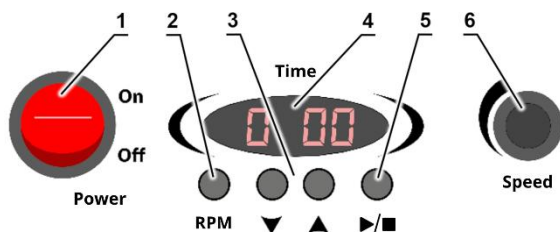

Рисунок 1. MR-1, панель управления
5.1. Подключите блок питания к сетевой розетке с заземлением. Переведите переключатель питания **Power** (рис. 1/1) в положение **ON** (включено). Включится дисплей (рис. 1/4).
5.3. **Установка времени.** С помощью кнопок ▲ и ▼ (рис. 1/3) установите необходимый интервал времени в часах и минутах (шаг 1 мин.), руководствуясь показаниями дисплея (рис. 1/4). Если нажать и держать кнопку, скорость смены значений увеличивается.
5.4. **Установка скорости.** С помощью рукоятки регулировки скорости **Speed** (рис. 1/6) установите необходимую скорость перемешивания. Во время поворота рукоятки и при нажатии кнопки **RPM** (рис. 1/2) на дисплее (рис. 1/3) показывается скорость, в 1 мин⁻¹ (RPM или раз в минуту).
5.5. Нажмите кнопку ►/■ (рис. 1/5). Начнётся движение платформы и отсчёт установленного интервала времени, при интервале более часа – в часах и минутах, при интервале меньше часа – в минутах и секундах. Во время работы можно менять скорость, но не время.